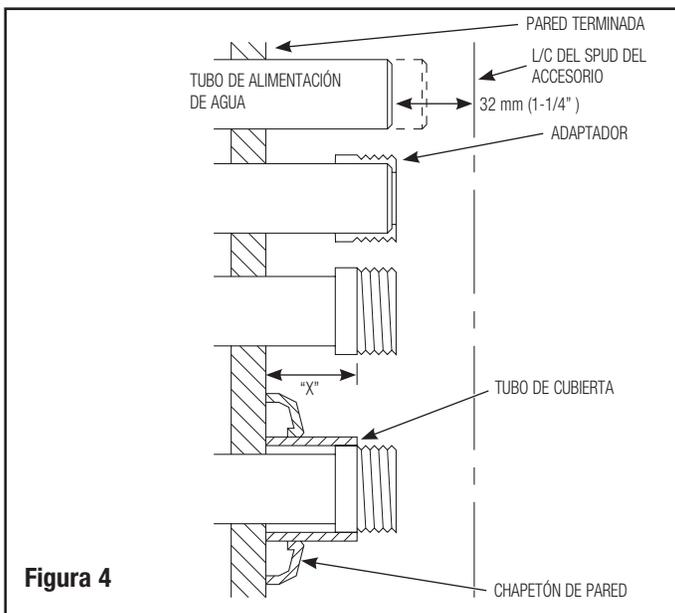

Figura 4
Para aplicaciones de Soldadura Blanda, consulte las siguientes instrucciones y la Figura 4:
- Determine la longitud del Tubo de Cubierta midiendo la distancia de la pared terminada a la primera rosca del Adaptador (dimensión "X" en la Figura 4). Corte el Tubo de Cubierta a esta longitud.